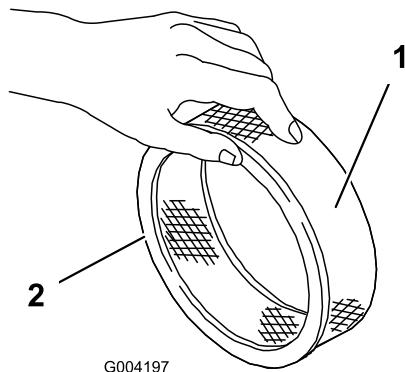

Bild 45
5. Untersuchen Sie den Papierfilter auf Risse, einen ölichen Film und Schäden an der Gummidichtung (Bild 45).
1. Schieben Sie den Schaumvorfilter vorsichtig auf den Papierfilter (Bild 45).